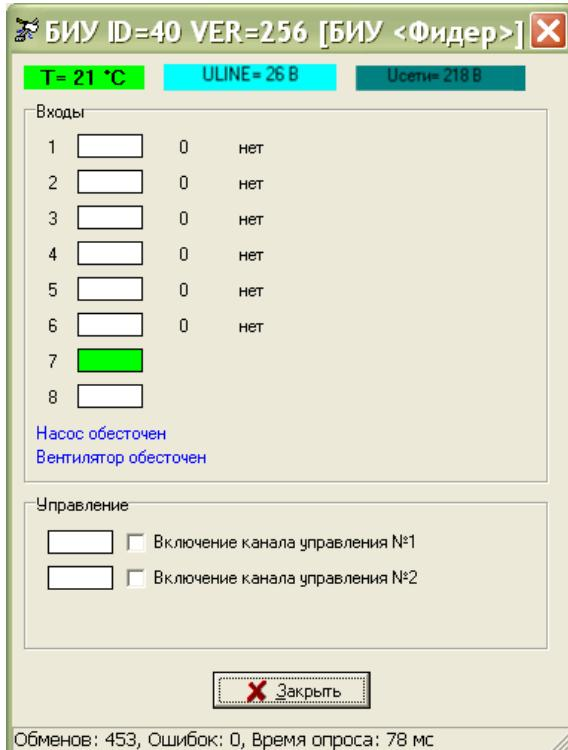

Рисунок 20
7) Включить питание стенда БИУ, проверить отображение зеленым цветом сигнала «7 (Питание платы управления)». Проверить отображение отсутствия входных сигналов 1 – 6 «Нет» в поле «Входы» (рисунок 20).
- 5) Снять галочки включения каналов управления в поле «Управление» (рисунок 20). Включить тумблером «Магн.» стенда БИУ тип нагрузки «Магнитный пускатель».
- 6) Включить питание стенда БИУ, проверить отображение зеленым цветом сигнала «Питание платы управления» (рисунок 20).